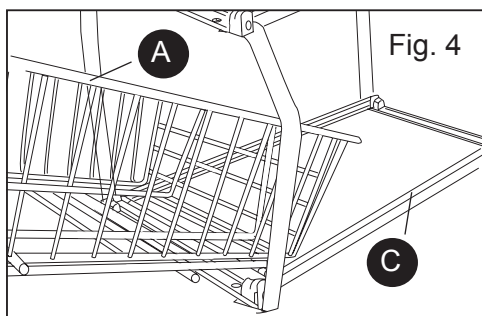
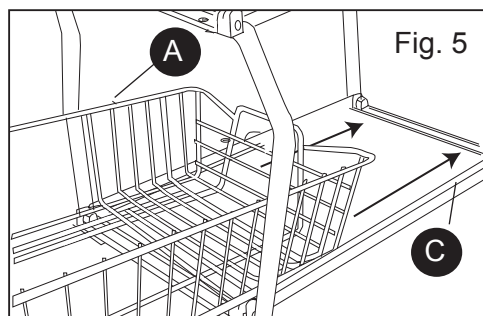
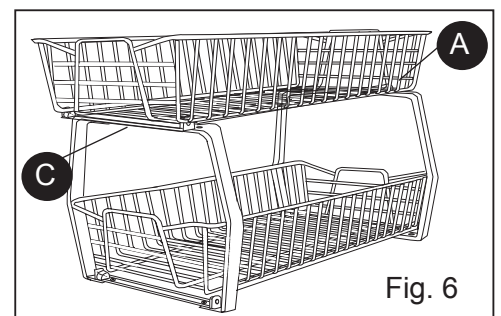

Fig. 4
Fig. 5
Fig. 6
3. Arrange one basket (A) as shown in Fig. 4, so bottom two cross wires are to the back. Angle basket (A) slightly and guide back cross wire into front of frame (C). Lower front of basket (A), place second crosswire into slot, and slide basket (A) back completely into frame (C). See Fig. 5. Repeat for second basket (A) in top frame (C). See Fig. 6.
Placez un panier (A) de façon à ce que les deux fils de traverse du fond se retrouvent à l'arrière, tel qu'il est illustré à la figure 4. Inclinez légèrement le panier (A) et ramenez le fil de traverse vers l'avant du cadre (C). Abaissez le devant du panier (A), installez le deuxième fil de traverse dans la fente et faites complètement glisser le panier (A) dans le cadre (C) vers l'arrière. Voir la figure 5. Répétez cette étape pour le deuxième panier (A) sur le cadre supérieur (C). Voir la figure 6.
Disponga una cesta (A) como se muestra en la fig. 4, de manera que los dos alambres en cruz inferiores estén hacia la parte posterior. Mueva ligeramente la cesta (A) en ángulo y guíe los alambres en cruz hacia la parte frontal del armazón (C). Baje la parte frontal de la cesta (A), coloque el segundo alambre en cruz en la ranura y deslice la cesta (A) hacia atrás completamente dentro del armazón (C). Consulte la fig. 5. Repita la operación para la segunda cesta (A) en el armazón superior (C). Consulte la figura 6.